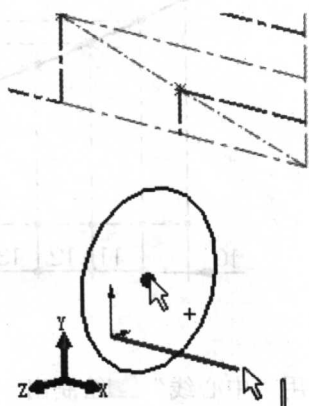

图 1-11 添加约束关系示意图
1) 单击  右视基准面   , 在 origin 附近绘制出一个圆, 将图 1-11 中箭头所指的圆心与草图 1 绘制的过圆心的直线作“穿透”约束。